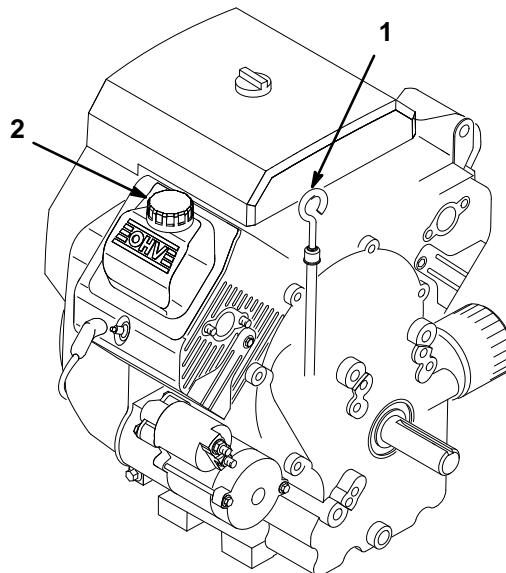

Figure 4
3. Nettoyer les bords de la jauge d'huile (Fig. 4) pour éviter l'introduction de saleté dans l'ouverture de jauge, qui risquerait d'endommager le moteur.
5. Insérer la jauge à fond dans le goulot de remplissage (Fig. 4). Retirer la jauge et lire le niveau d'huile sur l'extrémité métallique. Si le niveau est bas, rajouter de l'huile, voir Huile moteur, page 34.